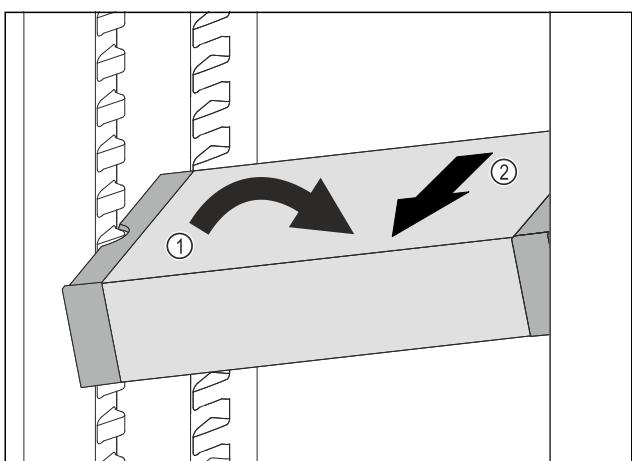

Fig. 145
- VarioSafe im Kühlteil schräg stellen. Fig. 145 (1)
- VarioSafe nach vorne entnehmen. Fig. 145 (2)